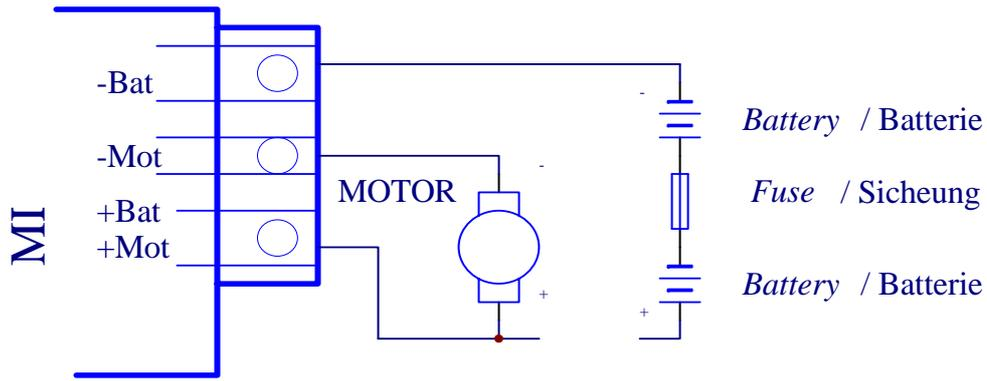

Fig. 3
- Connect a fuse at the battery (fig. 3).
- Batterieseitig eine Sicherung anschliessen (Fig. 3)